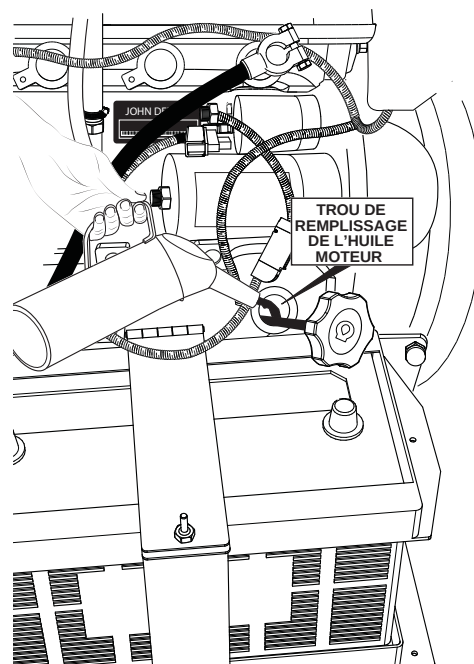
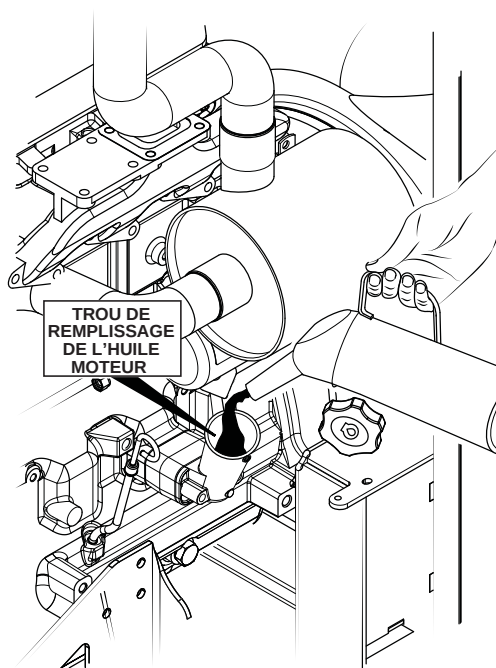

Figure 17. Trou de remplissage de l'huile moteur AP6
Figure 18. Trou de remplissage de l'huile moteur AP8
4. Si le niveau d'huile faible, remplir le carter du moteur avec de l'huile de lubrification à travers le trou de remplissage (Figure 17 et Figure 18, mais **NE PAS** trop remplir).